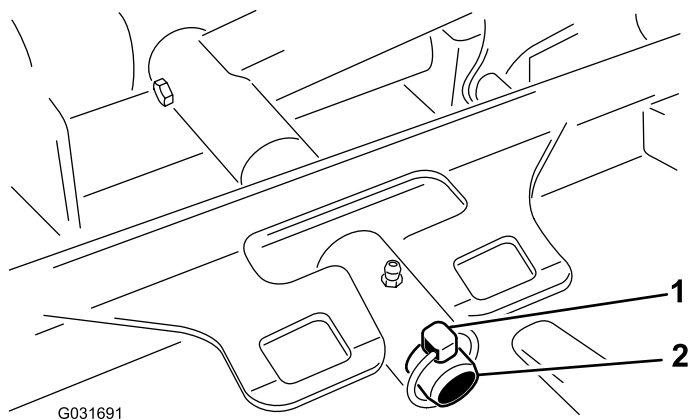

図 97
3. デッキのキャリアフレームを昇降アームのピボットピンに固定しているリンチピンを外す図 97。
3. デッキのキャリアフレームを昇降アームのピボットピンに入れ、リンチピンで固定する 図 97。